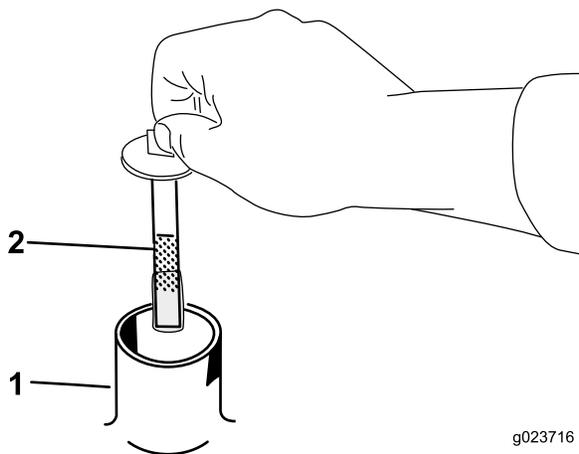

Figura 37
5. Retire el tapón del cuello de llenado y compruebe en la varilla el nivel de aceite (Figura 37).